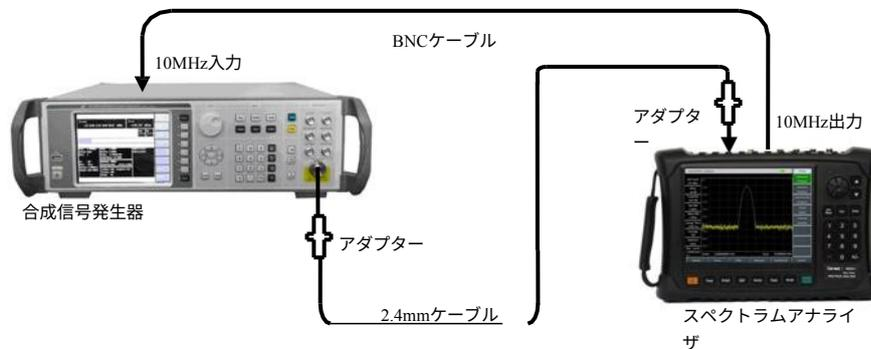

図12-7 サイドバンドノイズ試験の回路図
- 1) 図12-7に示すように、測定機器を接続します。スペクトラムアナライザは、合成信号発生器の周波数基準を提供します。